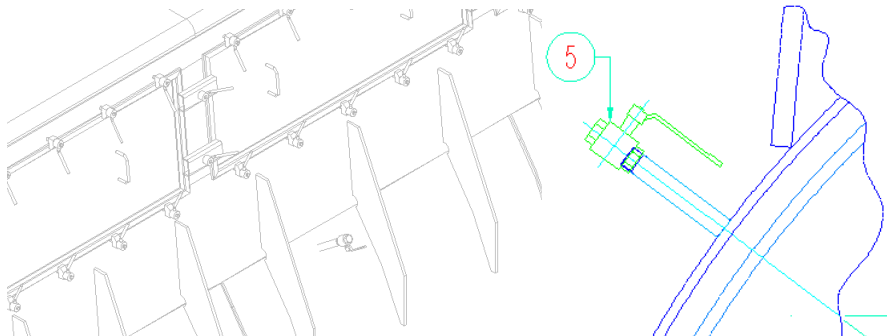

Fig.24.c válvula la purga de aire de las chaquetas.
- 2 válvulas de bola Acero al carbono 316SS Ø 3/4"NPT 150 Psi para Vapor (Fig. 24. c ítem 5)